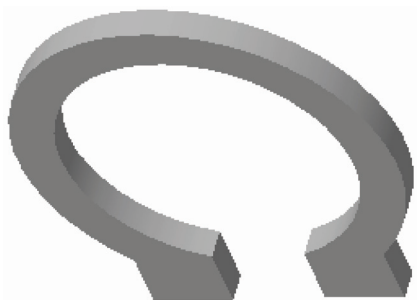

图 6-23 拉伸实体特征
STEP 04 单击“完成”按钮, 即可拉伸实体特征, 如图 6-23 所示。